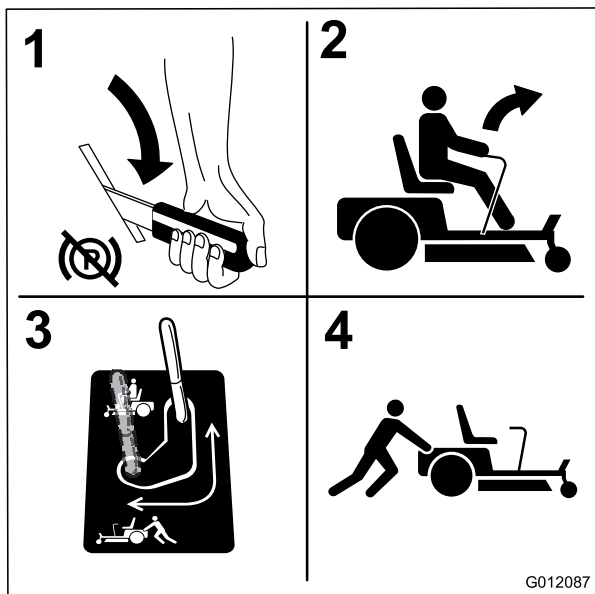

Bild 31
4. Schieben Sie die Bypasshebel nach hinten und dann nach unten, um sie zu arretieren, wie in Bild 31 dargestellt, um die Radmotore auszukuppeln. Wiederholen Sie die Schritte an jeder Maschinenseite.
Stellen Sie den Bypass auf die Betriebsstellung (Bild 31), um die Radmotoren zu aktivieren.